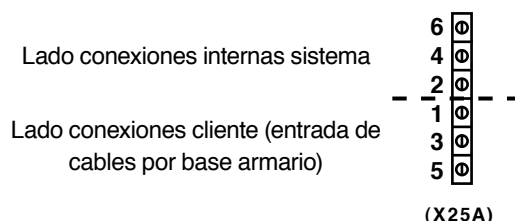

Fig. 17. Pinaje regleta de bornes de triple piso, contacto auxiliar sonda nivel electrólito en armario de baterías.
También es posible iniciar la Carga Rápida manualmente, mediante el panel de control con display LCD (Ver pantalla 2.2 de la Fig. 17).
La carga excepcional es de forzado manual a voluntad del operador y a través del panel de control (Ver pantalla 2.3 de la Fig. 17).
- En el mapa de pantallas de la Fig. 17 está explosionados todos los submenús, incluidos los protegidos con «Password». Tener en cuenta las siguientes anotaciones:
Aun así, en el mapa de pantallas de la Fig. 17 se muestra explosionado el mapa completo.